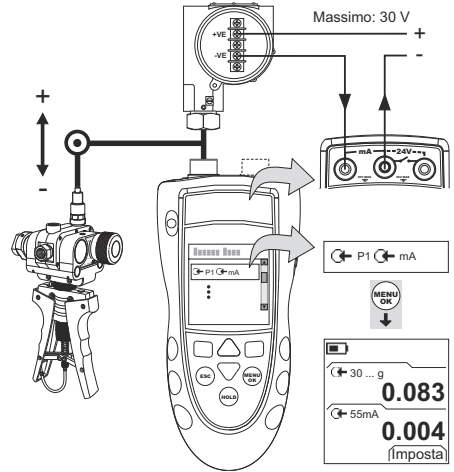
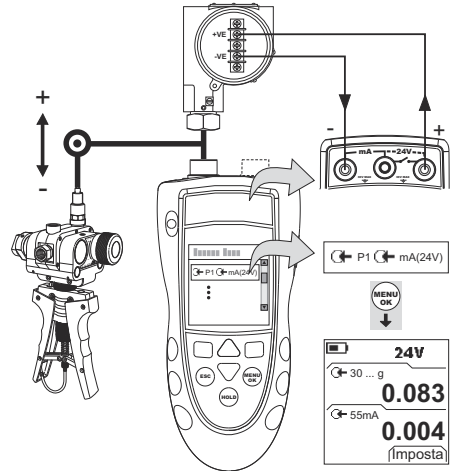

Figura 5: Esempio di configurazione - Calibrazione trasmettitore con alimentazione da loop esterno
Figura 6: Esempio configurazione - Calibrazione trasmettitore con alimentazione da loop interno
1. Collegare lo strumento (Figura 5 o Figura 6) e, se necessario, modificarne il Setup (Tabella 1).